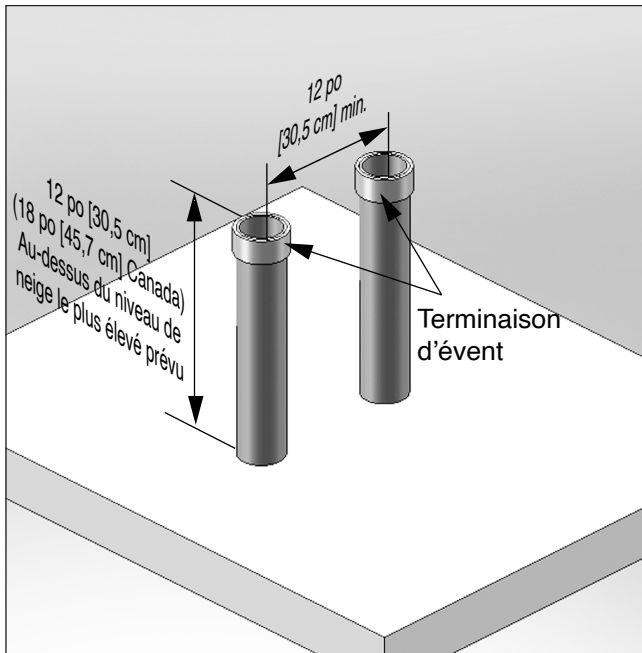
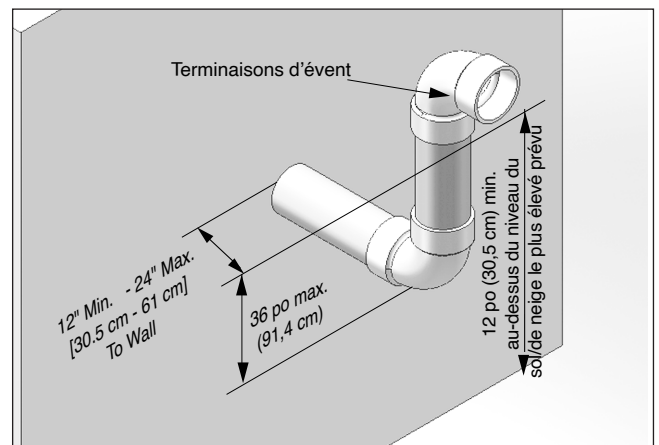

Fig. 17 - Catégorie IV - Terminaison verticale de plusieurs chaudières INSTINCT
Fig. 19 - Catégorie - IV - Terminaison périscopique murale du tuyau d'évent
2. Chaque terminaison d'évent doit être à un minimum de distance de 12 po [30,5 cm] de la terminaison adjacente, dans le cas des installations aux États-Unis, comme illustré à la **fig. 17 ci-dessous**. Pour les installations au Canada, fournissez les dégagements exigés par la norme CAN/CSA B149.1.
- À l'aide d'un coude de 90°, comme l'illustre la *fig. 19*.
3. Localisez la pénétration du tuyau d'évent de manière à créer les dégagements décrits à la Fig. 17 en page 26 et à la Fig. 19 en page 27.
- À l'aide d'un coude de 90°, comme l'illustre la Fig. 19 en page 27.
N'allongez pas le tuyau d'évent à l'extérieur du mur latéral, au-delà des dimensions illustrées dans la Fig. 17 en page 26 et la Fig. 19 en page 27. L'exposition prolongée du tuyau d'évent pourrait causer le gel du condensat et bloquer le tuyau d'évent, entraînant des dommages matériels substantiels, des blessures graves ou la mort.
- La fig. 19 illustre une option de terminaisons d'évent pour plusieurs chaudières INSTINCT. L'une ou l'autre option de terminaison illustrée à la Fig. 17 en page 26 ou à la Fig. 19 en page 27 peut être utilisée pour les installations de plusieurs chaudières INSTINCT. La distance minimale de 12 po [30,5 cm] entre les lignes centrales de la tuyauterie d'évent doit être maintenue peu importe l'option choisie.
- Consultez la Fig. 17 en page 26 et la Fig. 19 en page 27 pour connaître les dimensions de terminaison d'évent pour chaque unité installée dans le cadre d'une installation multiple.